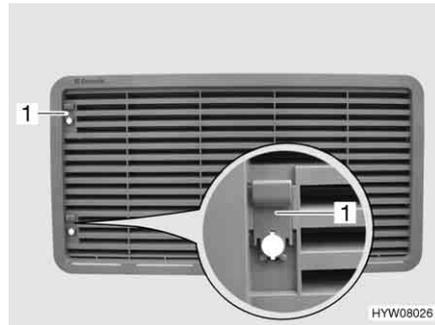

Fig. 219 Grille d'aération du réfrigérateur (avec curseur)
- Pousser le curseur (Fig. 219,1) vers le haut.